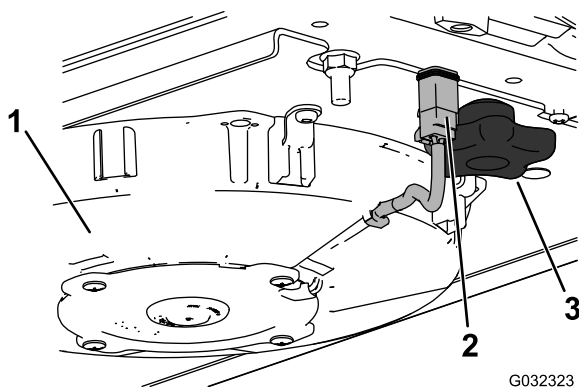
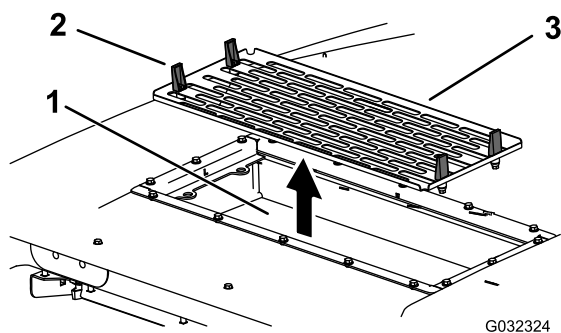

Рисунок 91
Рисунок 92
- Установите воздушные фильтры, сетку и вентилятор в сборе (Рисунок 90, Рисунок 91 и Рисунок 92).
- Подсоедините провод к каждому вентилятору (Рисунок 91).